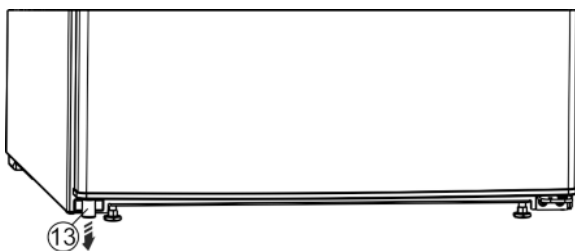

Fig. 4
► Vlevo dole vytáhněte z dveří distanční vložku Fig. 4 (13).